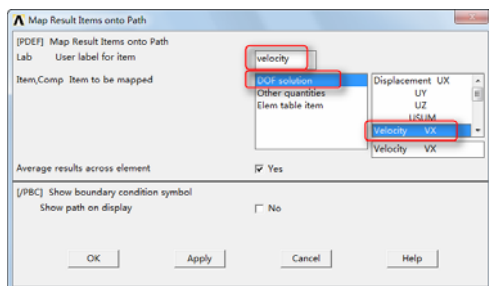

图 5-141 Map Result Items onto Path 对话框
⑦依次选择 Main Menu→General PostProc→Path Operation→Map onto Path，会弹出“Map Result Items onto Path”对话框，如图 5-141 所示。在“Lab User label for item”后输入“velocity”，在列表中选择“DOF Solution→Velocity VX”，单击“OK”按钮关闭对话框。